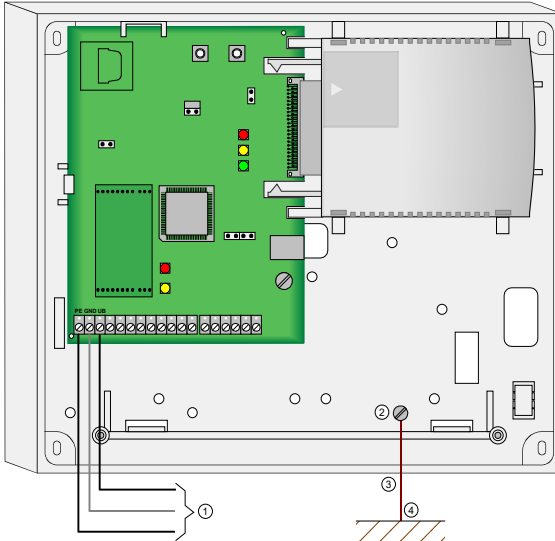

Abb. 14: Spannungsversorgung und Erdverbindungen
Die Schnittstellenmodule ⑦ lagerichtig gem. Abb. 14 auf das Basismodul stecken!